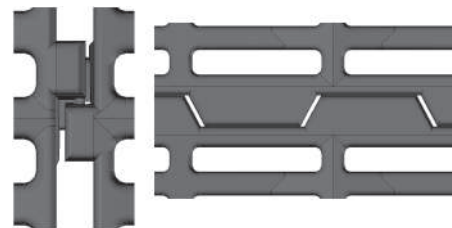

Figura 11. Demonstração de encaixe correto dos pisos.
2. Verifique se os engates dos encaixes transversais estão firmemente montados antes de posicionar os pisos sobre as vigas (figura 11).